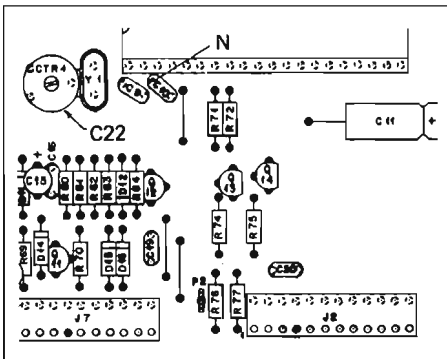

Fig. 3.14
- Frequenzzähler an Testpunkt [N] anschließen (Fig. 3.14).
- Connect frequency counter to test point [N] (Fig. 3.14).
- Raccordez le fréquencesmètre digital au point de test [N] (fig. 3.14).